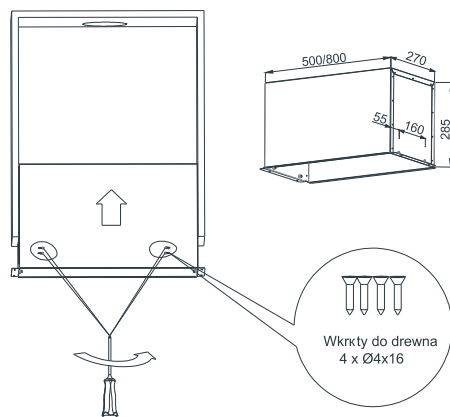

Рис. 11
7.5. Монтаж вытяжки с боковым креплением (Рис. 11).